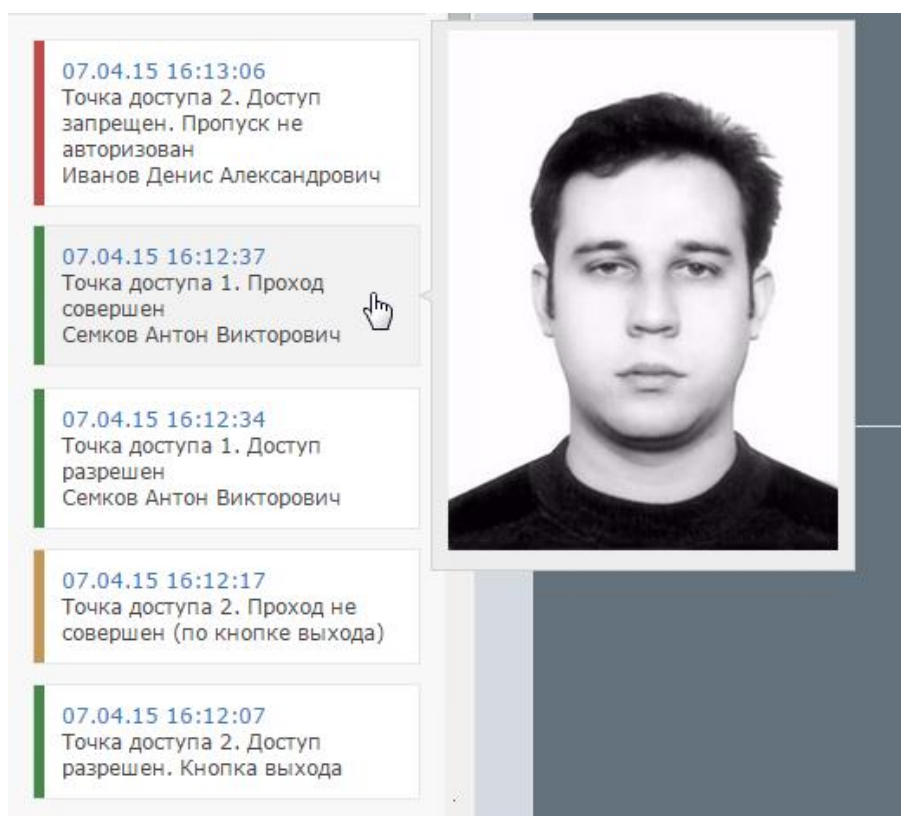

Рисунок 9.103 — Лента событий приложения «Фотоидентификация»
- Слева расположена область ленты событий системы доступа (рисунок 9.103);